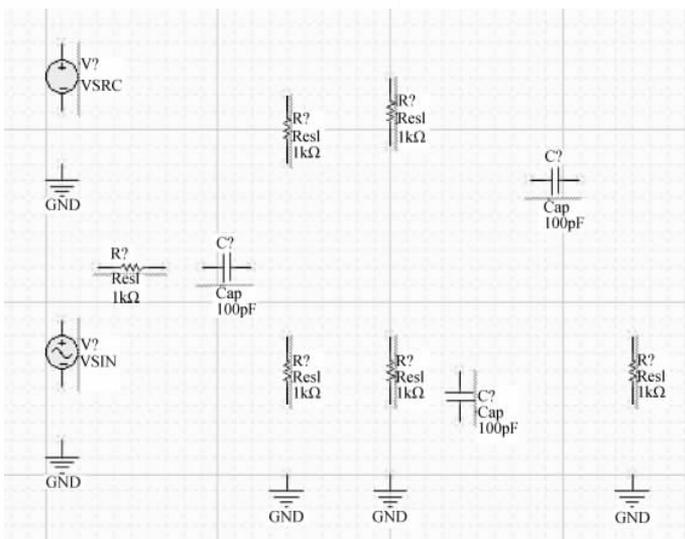

图 3-49 放置元件和信号源
(1) 从 Miscellaneous Devices.IntLib 库中分别找到名字为 Res1 的电阻元器件、名字为 Cap 的电容元器件、名字为 NPN 的晶体管(必须选择 Model Type 为 Simulation 的元器件),并将其按照图 3-49 所示的位置进行放置。
(2) 从 Simulation Sources.IntLib 库中找到名字为 VSRC 和 VSIN 的元器件,并按
照图 3-49 所示的位置进行放置。
(3) 单击 AD 主界面下工具栏内的  按钮,将 GND 按照图 3-49 所示的位置进行放置。